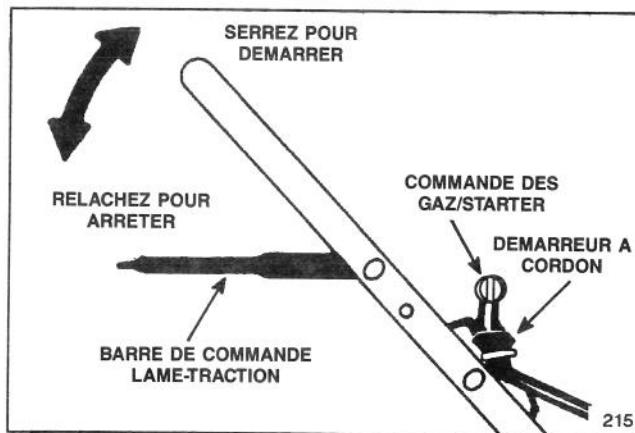
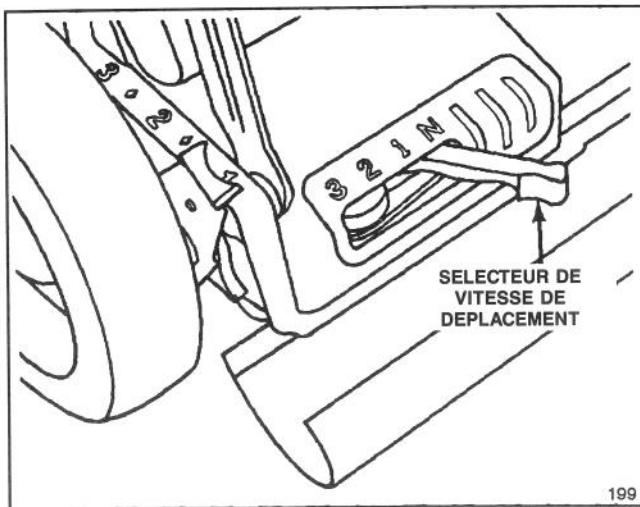
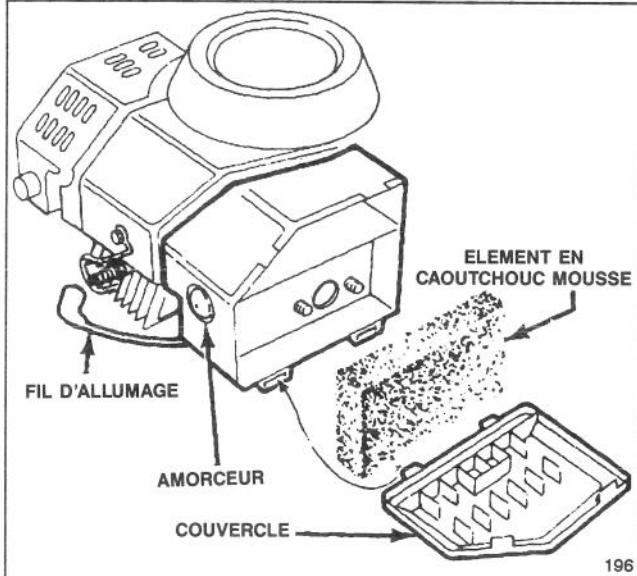

Figure 12
Figure 13
Figure 16
1. COMMANDES—La commande des gaz, la barre de commande de la lame et de la traction, et le démarreur se trouvent sur la partie supérieure du guidon (figure 12). Le sélecteur de vitesse de déplacement est situé à l'arrière du carter de la tondeuse (figure 13).
2. Enfoncez le fil d'allumage sur la bougie (figure 16).
3. DEMARRAGE—Réglez le sélecteur de vitesse sur "N" et la commande des gaz sur CHOKE. Couvrez le trou central de l'amorceur avec le pouce et appuyez une fois (figure 16). Serrez la barre de commande contre le guidon. Tirez le démarreur (figure 12) jusqu'à ce qu'il y ait enclenchement, puis tirez vigoureusement pour faire démarrer le moteur. Réglez les gaz au niveau voulu une fois le moteur en marche.
5. ARRET (figure 12)—Réglez le sélecteur de vitesse de déplacement sur "N." Relâchez la barre de commande pour arrêter le système de traction, le moteur et la lame. Débranchez le fil d'allumage de la bougie lorsque vous vous apprêtez à laisser la tondeuse sans surveillance ou lorsque vous avez fini de vous en servir.
1. Arrêtez le moteur et débranchez le fil de la bougie (figure 16).
2. Soulevez les languettes du dessus du couvercle du filtre à air et faites pivoter le couvercle vers le bas (figure 16). Nettoyez soigneusement le couvercle.
3. Si l'extérieur de l'élément en caoutchouc mousse est sale, sortez cet élément du corps du filtre à air (figure 16) et nettoyez-le avec soin.